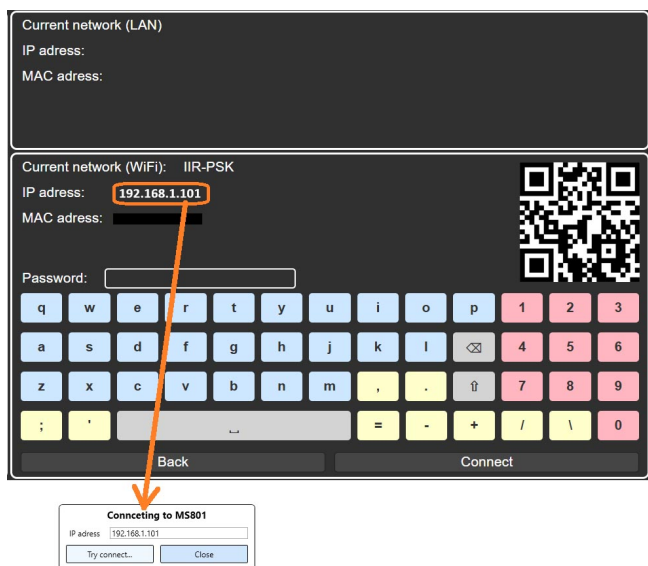

Рисунок 25
3. Далі натисніть кнопку «**Connect to MS801**» — відкриється вікно, у якому необхідно ввести **IP-адресу** тестера (див. рис. 25). Необхідну **IP-адресу** можна переглянути в налаштуваннях тестера у меню **Network Setting**.